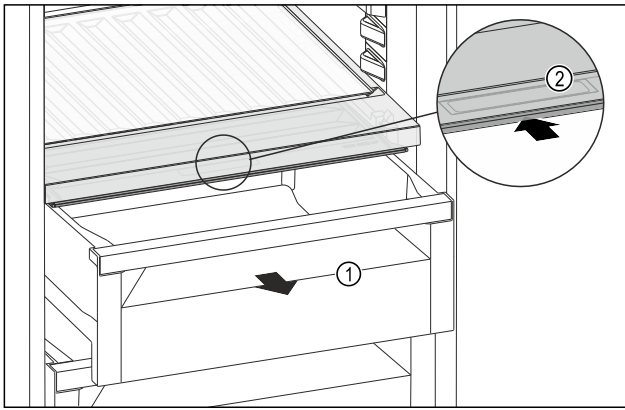

Fig. 110
- Retirer le tiroir Fig. 110 (1).
- Saisir la poignée encastrée Fig. 110 (2) du couvercle du compartiment et pousser le couvercle du compartiment vers l'arrière.